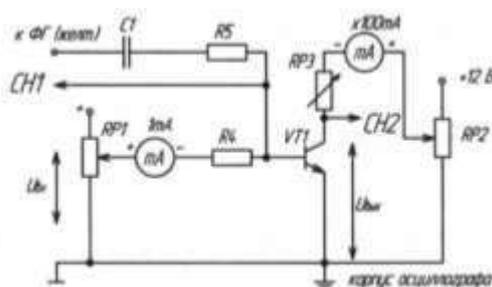

Рисунок 1
1. Собрать схему (рис. 1) для исследования усилительного каскада. Подключить канал СН1 осциллографа к входу усилителя, а канал СН2 к выходу усилителя. Включить временную развертку осциллографа. Включить функциональный генератор и установить синусоидальный сигнал частотой 50 Гц. Уменьшить сигнал до нуля регулятором амплитуды. Переключить входы СН1 на положение «вход замкнут». При токе $I_b=0$ установить с помощью потенциометра RP2 заданное значение E_k и далее не изменять его при всех экспериментах.